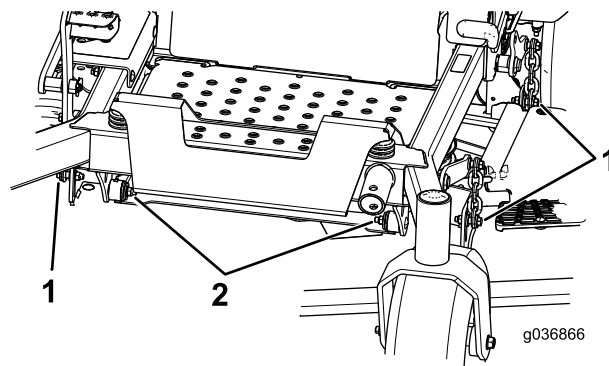

Figura 124
7. Retire y guarde los pernos y las tuercas de ambos lados de la máquina (Figura 124).